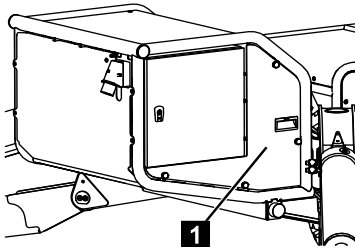

Fig. 186
2. Dévisser le capot (Fig.186/1).